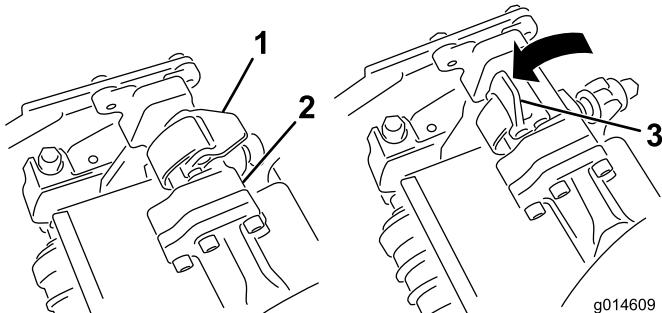

Bild 12
5. Die Riegel an der Aufhängearmstange müssen nach oben zeigen (d. h. offen) (Bild 12); drücken Sie den Aufhängearm dann so nach unten, dass die Stange über die Stange an der Oberseite des Mähwerks passt (Bild 13).
6. Drücken Sie die Riegel nach unten und um die Mähwerkstange und arretieren sie (Bild 12).